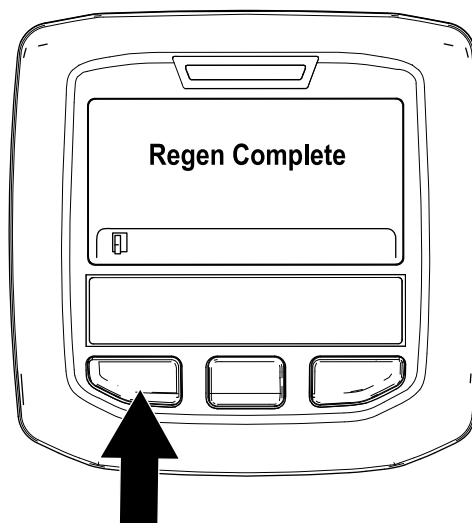

Figure 41
9. La régénération en stationnement est terminée lorsque le message « Regen Complete » (régénération terminée) s'affiche sur l'InfoCenter. Appuyez sur le bouton gauche pour revenir à l'écran d'accueil (Figure 41).